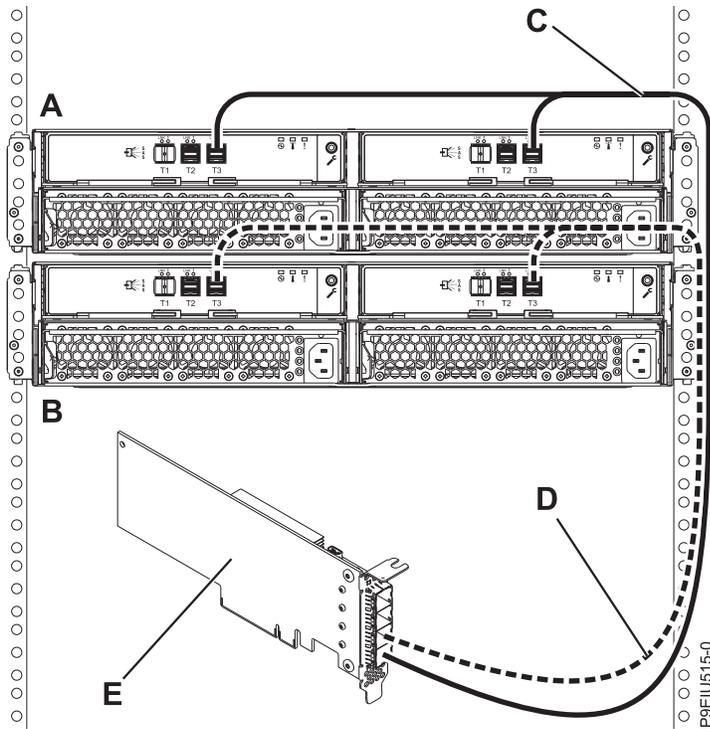

Figura 14. Conexión en la modalidad 1 de dos adaptadores de almacenamiento ESLL o ESLS mediante cables YO12 a un adaptador SAS C EJ0J, FC EJ0K o FC EJ0M único
14. Lleve a cabo una conexión en la modalidad 1 de dos alojamientos (A y B) utilizando cables YO12 (C y D) a un adaptador SAS FC EJ0J, FC EJ0K o FC EJ0M único (E), tal como se muestra en la Figura 14 en la página 17, y, a continuación, continúe con "Conexión de los cables, cables de alimentación e instalación de cubiertas" en la página 26.